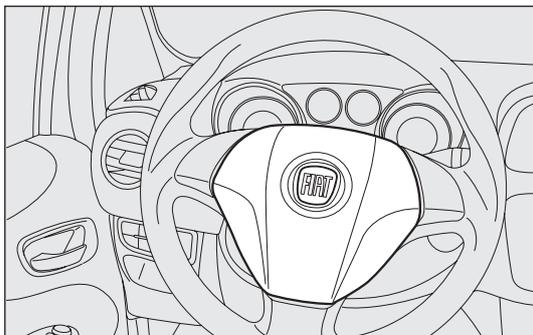

fig. 136
**AIRBAG FRONTALE LATO GUIDATORE****fig. 136**